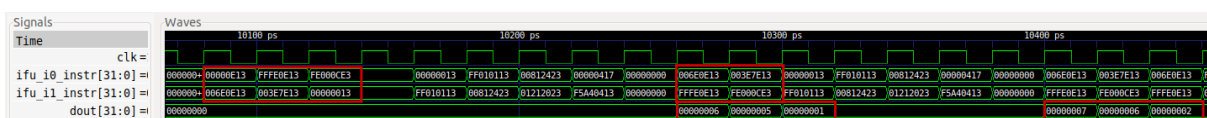

Figura 90. Execução das três instruções Aritmética-Lógica do exemplo
14. Amplie em torno de 10100 ps, onde irá analisar a execução das três instruções aritmético-lógicas das primeira e segunda iterações do ciclo (Figura 90). As primeiras duas instruções (`li t3, 0x0 = 0x00000E13` e `addi t3, t3, 6 = 0x006E0E13`) são obtidas em primeiro lugar, uma em cada via do processador RISC-V superescalar, como indicado nos sinais `ifu_i0_instr[31:0]` e `ifu_i1_instr[31:0]`. As duas instruções seguintes (`addi t3, t3, -1 = 0xFFFFE0E13` e `andi t3, t3, 3 = 0x003E7E13`) são obtidas no ciclo seguinte. As duas últimas instruções são obtidas (`beq zero, zero, REPEAT = 0xFE000CE3` e `nop = 0x00000013`) no ciclo seguinte.
Devido ao núcleo do processador SweRV ter um pipeline de 9 fases e às dependências, os efeitos das instruções são vistos oito ou mais ciclos depois de as instruções serem obtidas. Oito ciclos após a primeira e a segunda instruções serem obtidas, `x28` (`t3`) torna-se 0 (que já era) devido à primeira instrução: `li t3, 0x0` (`0x00000E13`). Um ciclo depois, `x28` é atualizado para 0x6 devido à instrução seguinte: `addi t3, t3, 6` (`0x006E0E13`). Depois, `x28` atualiza para 5 devido à instrução seguinte: `addi t3, t3, -1` (`0xFFFFE0E13`). Finalmente, `x28` atualiza para 1 devido à instrução seguinte: `andi t3, t3, 3` (`0x003E7E13`). De seguida, são obtidas as duas instruções seguintes: `beq zero, zero, REPEAT` (`0xFE000CE3`) e `nop` (`0x00000013`), o salto (branch) é tomado e o ciclo repete-se. Tal como previsto na Figura 89. Utilizando um raciocínio semelhante, é possível analisar a segunda iteração, que também é destacada em Figura 90 e prevista na Figura 89.